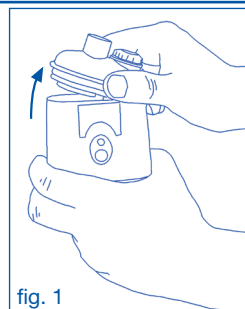

fig. 1
1. Enlevez la partie supérieure (A3) du corps de l'appareil (fig. 1)
- *Séparer l'appareil (A) de l'alimentateur en débranchant le câble d'alimentation (G).*
- *Retirer la partie supérieure (A3) du corps de l'appareil (fig. 1) et l'accessoire raccordé.*